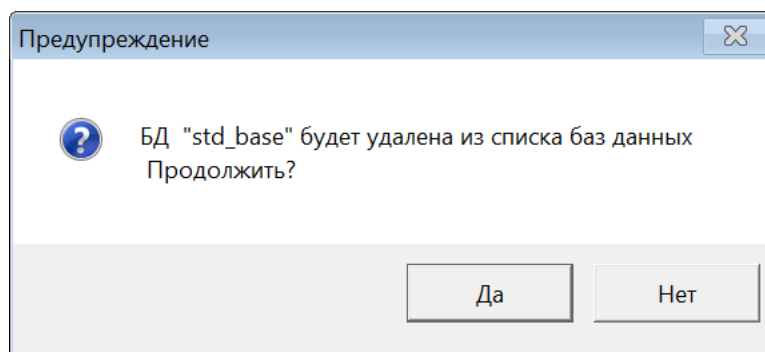

Рис. 4-8 – Диалоговое окно подтверждения
– «Удалить БД». Для удаления БД нажать кнопку «Удалить БД». После этого появится диалоговое окно подтверждения (рис. 4-8). При удалении учетной записи БД происходит удаление записи из списка БД. Файлы БД остаются на диске, и их необходимо удалять вручную с помощью любого файлового менеджера.